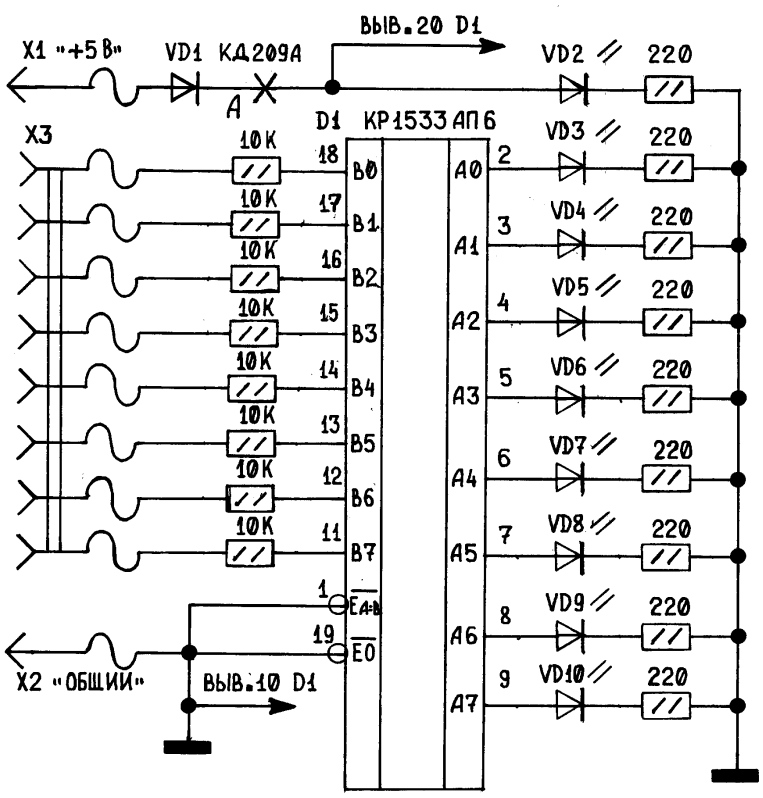
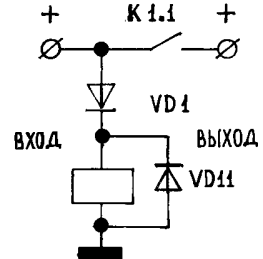

рис. 7
рис. 8
**Линейный индикатор.** Использование этого нехитрого устройства позволяет визуально наблюдать логические состояния одновременно на восьми линиях. Принципиальная схема (рис.7) данного устройства включает в себя одну микросхему шинного формирователя (KP1533AP6), диод для защиты от неправильного включения питания VD1, балластные резисторы и девять светодиодов.
Самый идеальный вариант - использование низковольтного реле (см рис.8, где использована сквозная нумерация диодов) или включение в схему германиевого диода (рис.7). В открытом состоянии на нем падает примерно 0,2 В.
**Детали и конструкция.** При использовании кремниевого диода VD1 вместо дискретных резисторов для ограничения тока светодиодов можно использовать резисторную сборку типа HP1-4-9M, включающую в себя девять резисторов сопротивлением 180...270 Ом. Для германиевого VD1 или применения в схеме (рис.8) реле необходимо увеличить сопротивление этих резисторов до 330...390 Ом. В схеме на рис.8 для защиты от выбросов напряжения самоиндукции на обмотке реле использован диод VD11 (включается в разрыв цепи (рис.7, точка А)) типа КД522А или аналогичный.